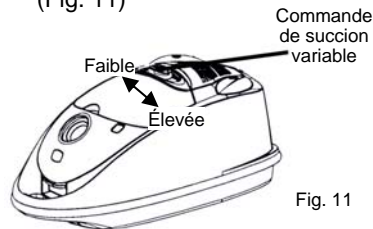

Fig. 11
2. To return to powerful suction control slide the variable suction control button to the right until it stops. (Fig. 11)
2. Pour revenir au mode de suction puissante, faites glisser le bouton à la droite jusqu'à ce qu'il s'arrête. (Fig. 11)